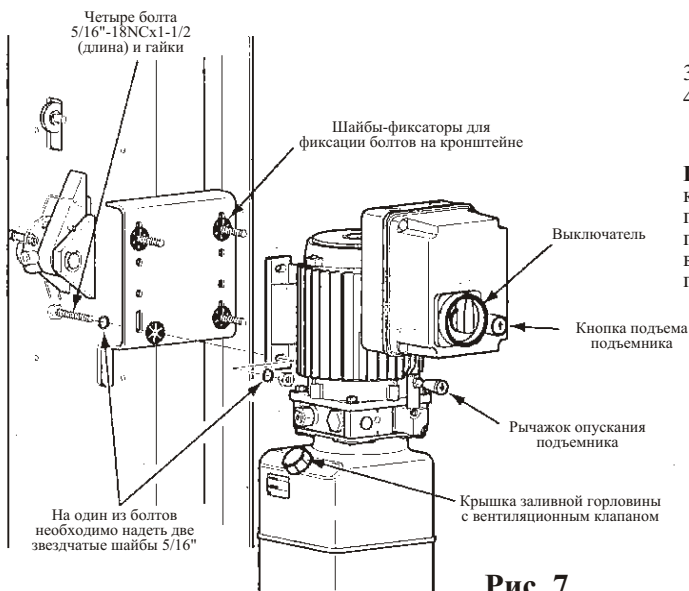

Рис. 7
**9. Блок питания:** сначала насадите одну звездчатую шайбу на один из четырех болтов 5/16"-18NC x 1-1/2" (длина). *Это очень важно для обеспечения надежного заземления.* Установите четыре болта 5/16"-18NC x 1-1/2" (длина) в отверстия в кронштейне для блока питания и закрепите их на месте при помощи специальных шайб-фиксаторов (рис. 7).